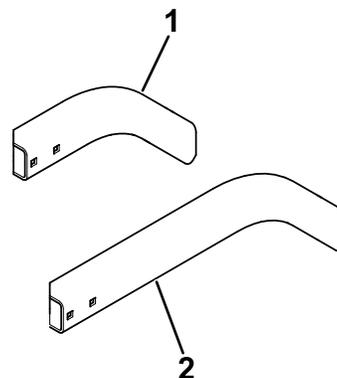

Figura 19
- **Modelo 31980:** Sujete el soporte largo derecho (Figura 19) al soporte derecho usando 2 pernos de cuello cuadrado ($\frac{5}{16}$ " x $\frac{3}{4}$ ") y 2 tuercas con arandela prensada ($\frac{5}{16}$ ").
- **Modelo 31981:** Sujete el soporte corto derecho (Figura 19) al soporte derecho usando 2 pernos de cuello cuadrado ($\frac{5}{16}$ " x $\frac{3}{4}$ ") y 2 tuercas con arandela prensada ($\frac{5}{16}$ ").